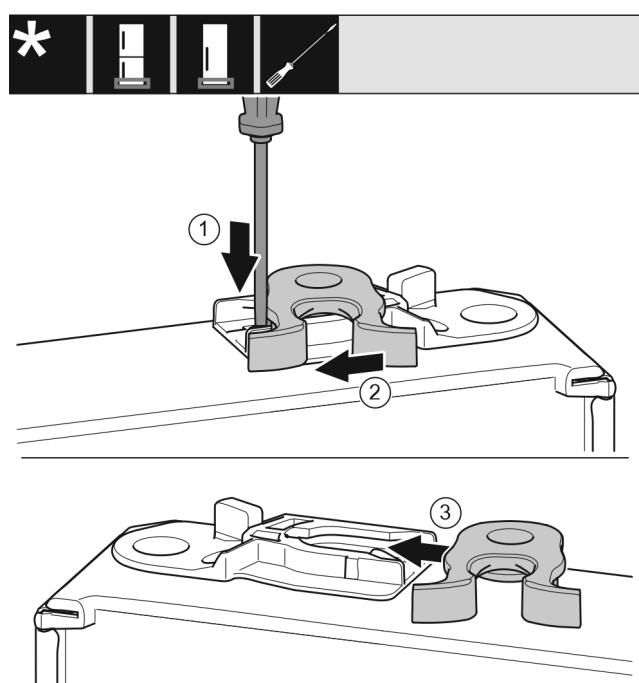

Fig. 17
- ▶ За допомогою шліщової викрутки притисніть уніз накладку. Fig. 17 (1)
- ▶ Витягніть із напрямної запірний гачок. Fig. 17 (2)
- ▶ Вставте запірний гачок у напрямну з іншого боку. Fig. 17 (3)